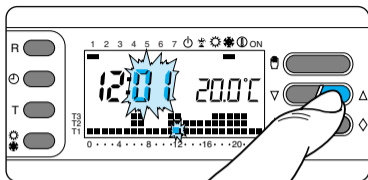

Fig. 17
**3.3** -Premere il pulsante oppure fino a raggiungere il valore esatto dei minuti (fig. 17).